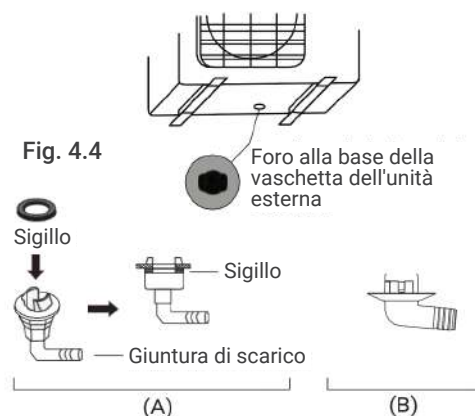

Fig. 4.4
**Se la giuntura di scarico esce con una guarnizione di gomma** (vedi Fig. 4.4 - A), fa' come di seguito:
**Se la giuntura di scarico non esce con una guarnizione di gomma** (vedi Fig. 4.4 - B), fa' come di seguito: